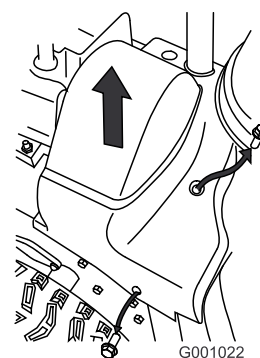

Figure 48
2. Soulevez le côté droit du couvercle de courroie (Figure 48).